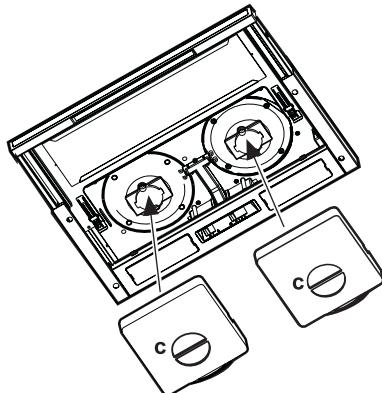

Fig. 3
5. Dersom ikke ventilatoren står helt på linje med den nedre kanten på kjøkkenskapet, reguleres posisjonen ved å løsne på skruene **P** på braketene **E** som er montert til ventilatoren (Fig. 3). Det er nå mulig med en perfekt regulering av ventilatorens posisjon i forhold til kjøkkenskapet. Stram deretter til skruene igjen.
3. Dersom kullfiltrene allerede er montert (ett eller to filter, avhengig av modellen, din, som dekker ristene foran viftemotoren) og skal skiftes, dreies håndtaket i midten (**Fig. 3 - c**) mot urviseren til filtrene frigis.
4. Dersom ikke kullfiltrene er montert, plasseres de slik at de dekker ristene over viftemotoren (to rister - to kullfilter, en rist - ett kullfilter). Dreieretter håndtaket i midten av filtrene (**Fig. 3 - c**) med urviseren.